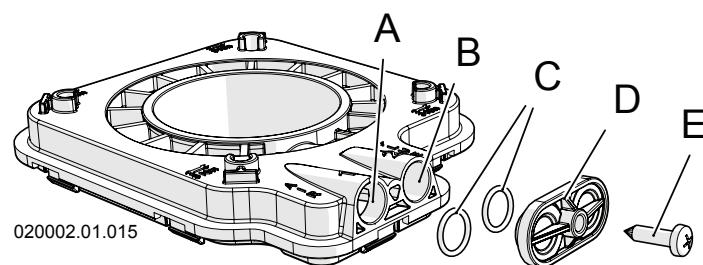

Figura 6-9 - Prese di analisi combustione
- 3.- collegare un analizzatore di combustione nella apposita presa sul raccordo di scarico fumi "B" (Figura 6-9);